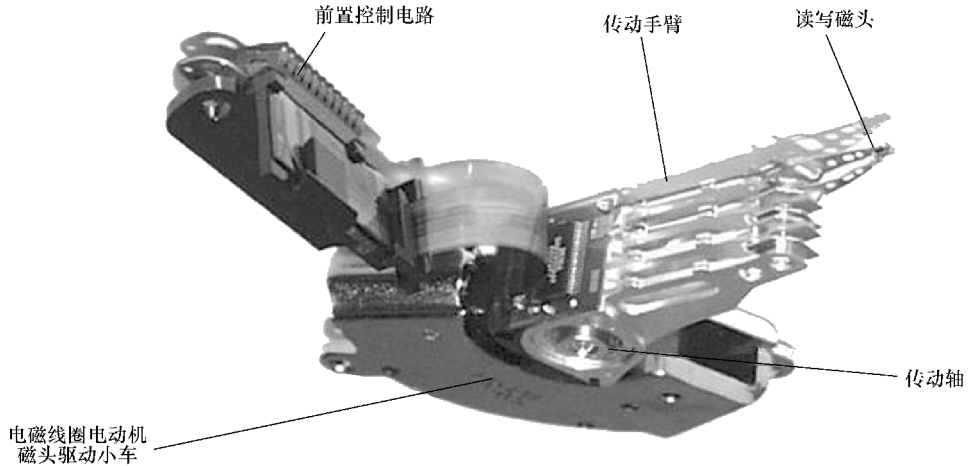

图 2-43 磁头实物结构
1) 磁头。磁头（见图 2-43）是硬盘中对盘片进行读写工作的工具，是硬盘中最精密的部位之一，也是硬盘中最昂贵的部件。其主要作用就是将存储在硬盘盘片上的磁信息转化为电信号向外传输。它的工作原理则是利用特殊材料的电阻值会随着磁场变化而变化的原理来读写盘片上的数据。磁头的好坏在很大程度上决定着硬盘盘片的存储密度。